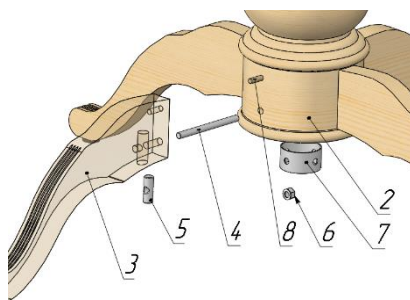

Рис. 1
2. Согласно рис. 1 и 2 собрать нижнюю часть стола: